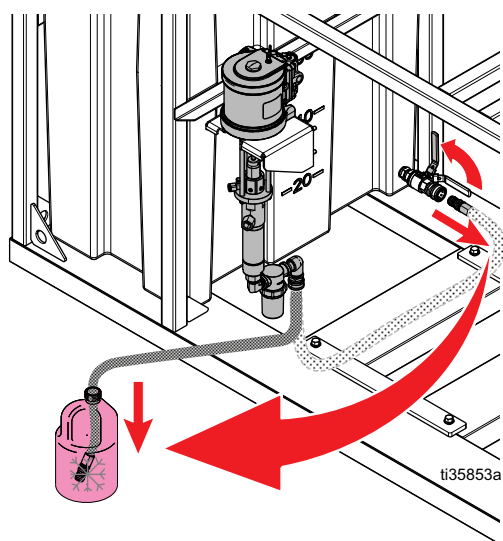

FIG. 39: Inserir a mangueira de entrada da bomba
2. Drene o tanque de água (AF). Desconecte a mangueira de entrada da bomba e abra a válvula do tanque de água (AG). Consulte FIG. 39.